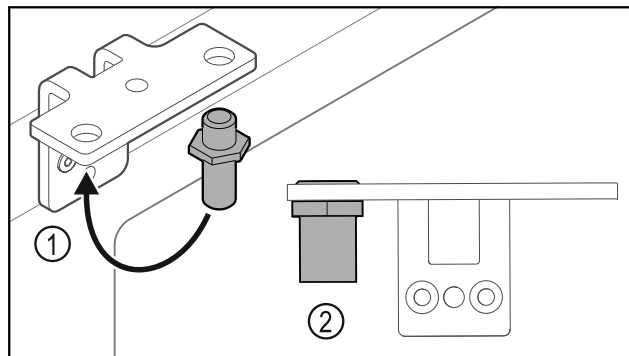

Fig. 30
- Prestavite sornik v kotniku tečajev vrat Fig. 30 (1).
- Sornike Fig. 30 (2) zategnite **z zateznim momentom 12 Nm**.